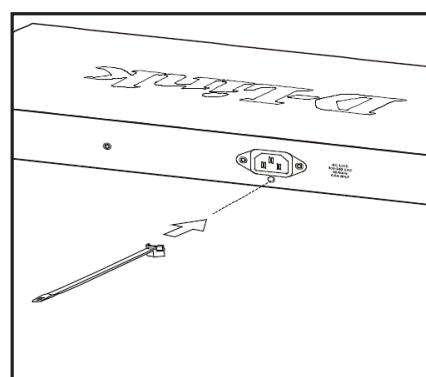

Рис. 7. Установка кабельной стяжки
- Установите стяжку замком вниз в отверстие, расположенное под разъемом питания, как показано на **Рис. 7.**